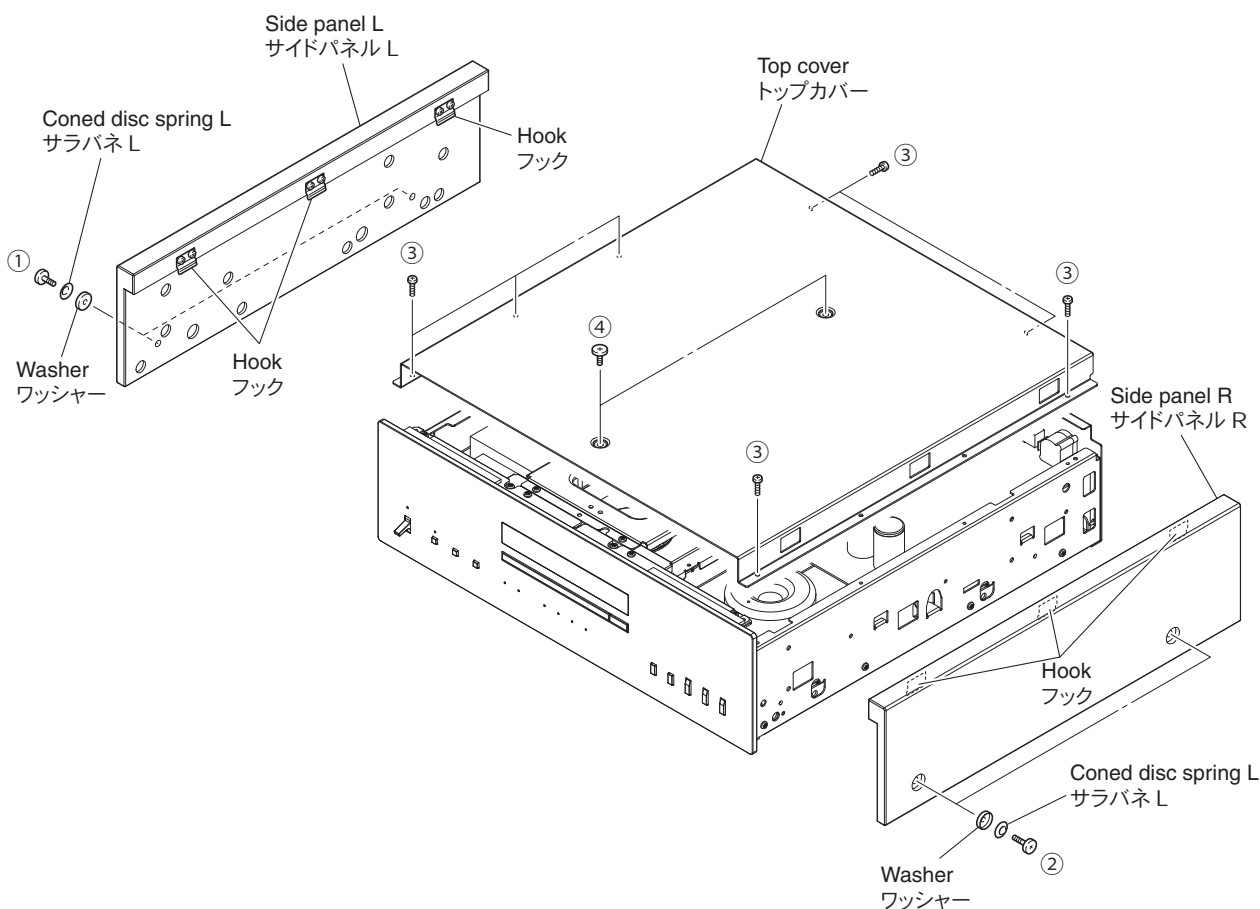

Fig. 1
- Remove 2 screws (①) together with the coned disc spring L and washer. (Fig. 1)
- Lift the side panel L a little, release hooks at 3 locations and then remove the side panel L. (Fig. 1)
- Remove 2 screws (②) together with the coned disc spring L and washer. (Fig. 1)
- Lift the side panel R a little, release hooks at 3 locations and remove the side panel R. (Fig. 1)
- ①のネジ2本をサラバネL、ワッシャーと一緒に外します。(Fig. 1)
- サイドパネルLを少し持ち上げ、3ヶ所のフックを外し、サイドパネルLを外します。(Fig. 1)
- ②のネジ2本をサラバネL、ワッシャーと一緒に外します。(Fig. 1)
- サイドパネルRを少し持ち上げ、3ヶ所のフックを外し、サイドパネルRを外します。(Fig. 1)
- Remove 7 screws (③) and 2 screws (④). (Fig. 1)
- Remove the top cover. (Fig. 1)
- ③のネジ7本、④のネジ2本を外します。(Fig. 1)
- トップカバーを外します。(Fig. 1)